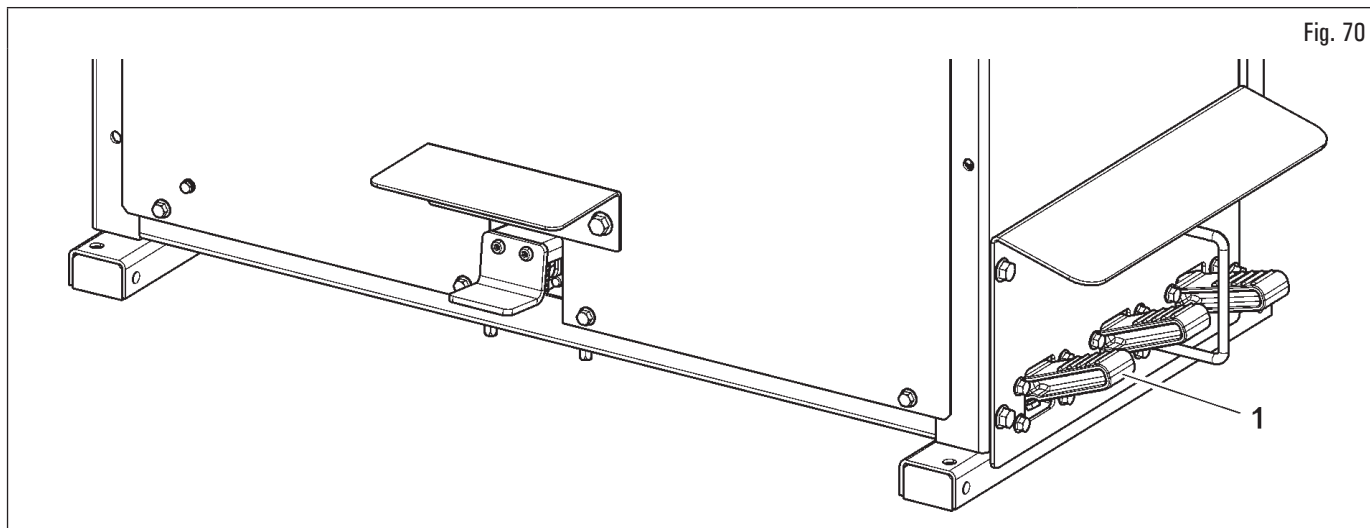

Fig. 70
4. posicionar el brazo operativo en posición de trabajo actuando en el pedal (Fig. 70 ref. 1);